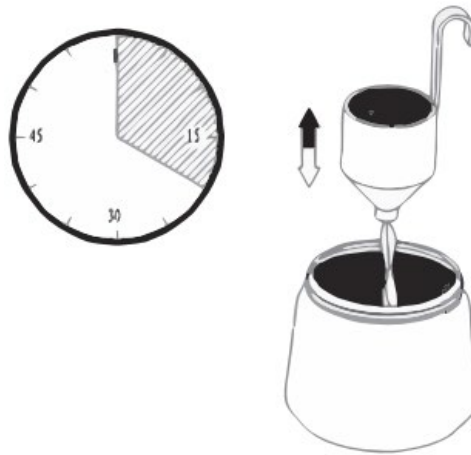

Рисунок 3. Схема визначення в'язкості матеріалу за допомогою віскозиметра.
2. Перевірити в'язкість матеріалу за допомогою віскозиметра (рис. 3).